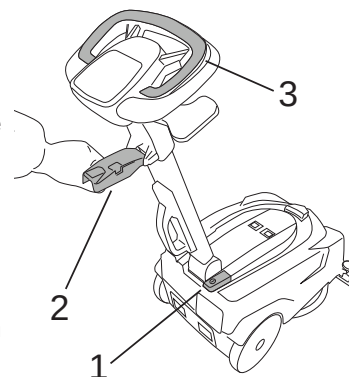

Fig.16
- Appuyer sur l'interrupteur général (Fig.16-Réf.1).
- Abaisser le suceur à l'aide du levier (Fig. 16- Rep. 2).
- Actionner le levier de commande brosse (Fig. 16 - Rep. 3).
- Lever le suceur à l'aide du levier (Fig. 16- Rep. 2).